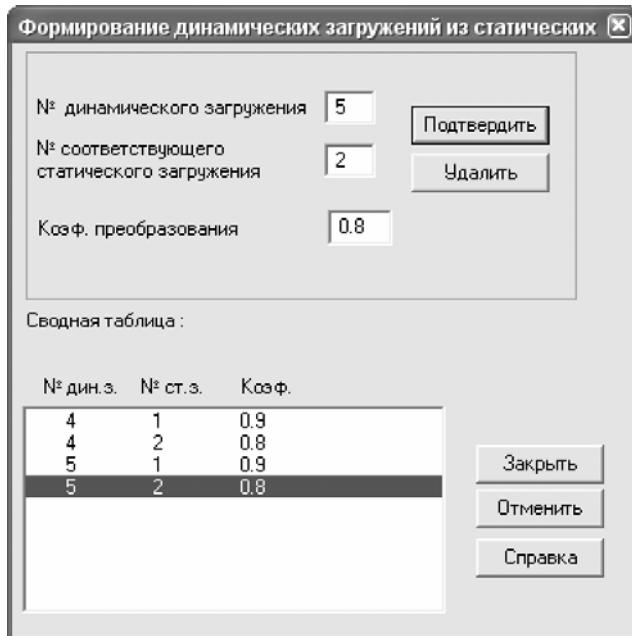

Рис. 3.14. Диалоговое окно **Формирование динамических загружений из статических**
- С помощью меню **Нагрузки** ⇒ **Динамика** ⇒ **Учет статических загружений** вызовите диалоговое окно **Формирование динамических загружений из статических** (рис.3.14).